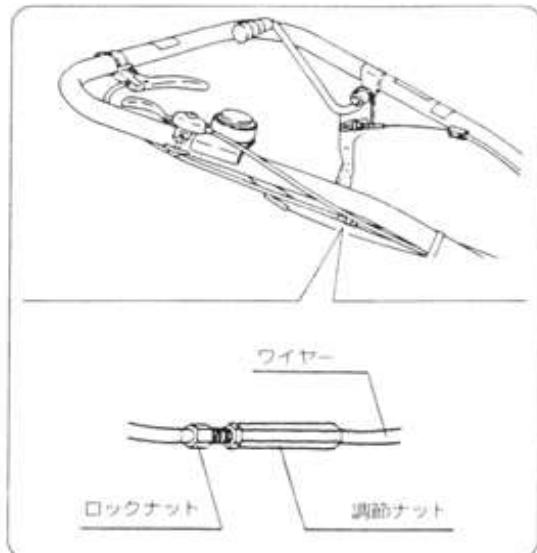

図25
- ① ロックナットをゆるめます。（図25）
- ② 調節ナットを回してハンドルの上下が移動できるように調整して、ロックナットを締めつけます。（図25）